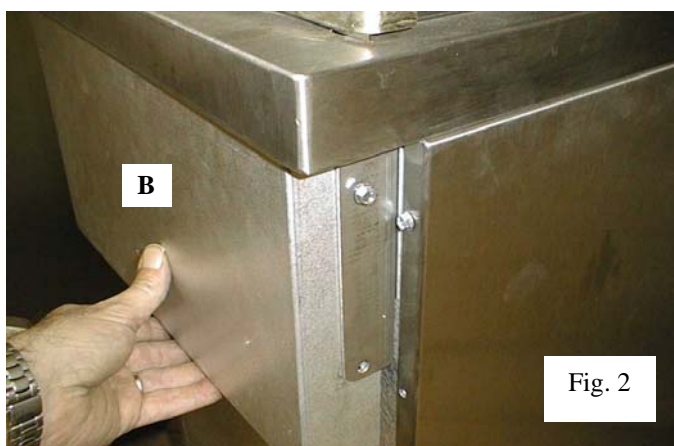

Fig. 2
- Ⓡ Déposer le capot arrière **B** (fig.2).
- Ⓢ Remove rear cover **B** (fig. 2).
- Ⓣ Verwijder het achterpaneel **B** (fig.2).
- (FR)** Déposer le capot arrière (fig.2)
- (GB)** Remove rear cover (fig. 2).
- (NL)** Verwijder het achterpaneel (fig.2).